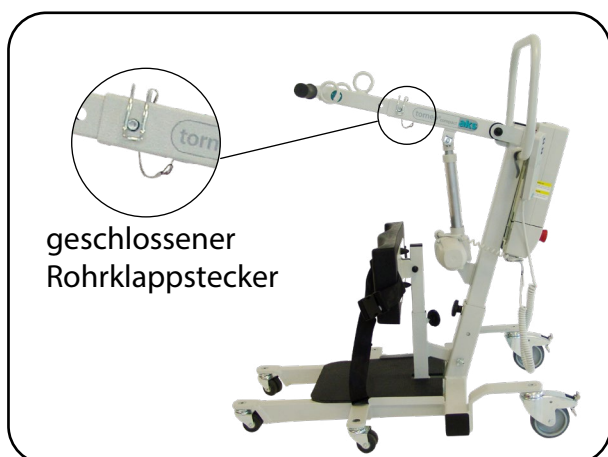

Abb. 6.2.08 – Standmast und Hebearm montiert
- Sichern Sie den Hebearm mit dem Rohrklappstecker in einer der beiden Positionen (Abb. 6.2.08). Bringen Sie dazu die Bohrung des Hebearms mit der Bohrung der Hebearmaufnahme deckungsgleich übereinander. Stecken Sie den Bolzen des Rohrklappsteckers bis zum Anschlag ein und klappen Sie den Bügel um. Der Rohrklappstecker ist korrekt angebracht, wenn der Bügel die Hebearmaufnahme umschließt (Abb. 6.2.08).